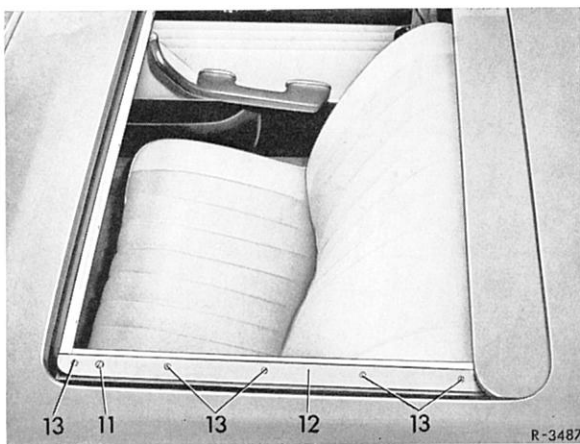

Bild 78–1/4
Vorne wird der Schiebedachdeckel mit 2 Höhenverstellerschrauben (11), die sich an den Gleitschienen (12) befinden, eingestellt (Bild 78–1/4). Hinten wird die Höhe des Schiebedachdeckels mit 2 Unterlagen (10) zur Höhenverstellung eingestellt.